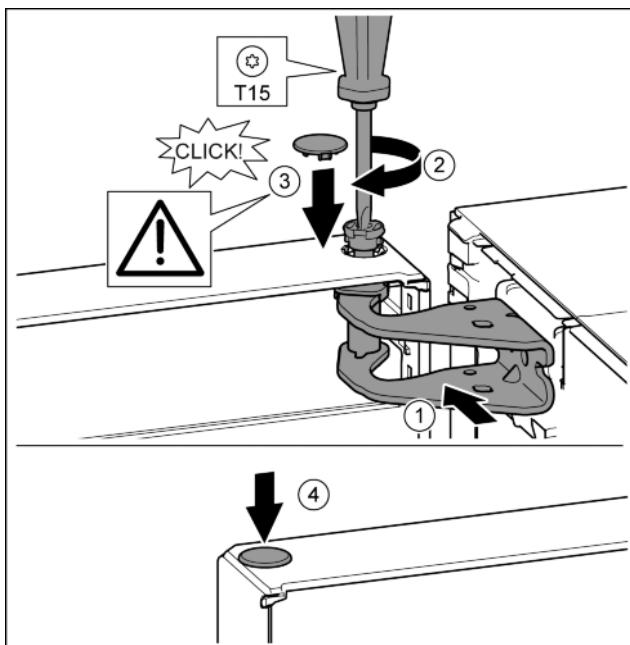

Fig. 23
- Дверь вверху выровнять по отверстию в опорном кронштейне. Fig. 23 (1)
- Вставить палец и затянуть отверткой T15. Fig. 23 (2)
- Установить предохранительную крышку для защиты двери: вставить предохранительную крышку и проверить, прилегает ли она к двери. В ином случае вставить палец полностью. Fig. 23 (3)
- Вставить заглушку. Fig. 23 (4)